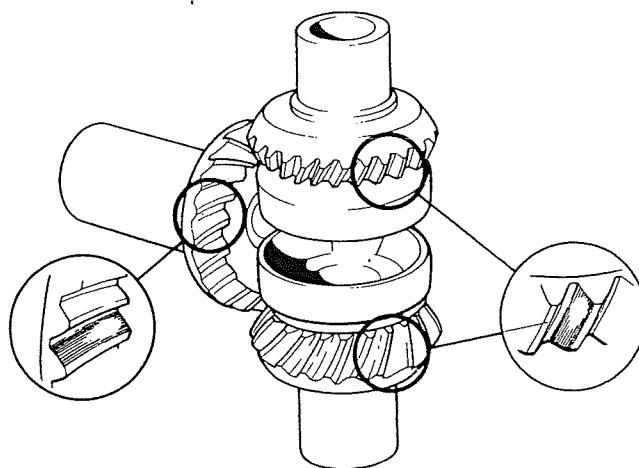

Fig. 8
17. Demontera kugghjuls paketen och jämför märkbilden på kuggarna med märkbilden på fig. 8, där den kuggkontakt, som skall eftersträvas, visas. OBS! Märkbilden har i det närmaste rektangulär form och ligger på drivsidan mitt på kuggen i höjdlängd, men förskjutet mot lilländan. Flyttas drevet utifrån och in, flyttar sig märkbilden från lågt till högt läge på kuggen. Ligger märkbilden för högt på drevets kuggar, skall drevet flyttas utåt och om det ligger för lågt, flyttas drevet inåt.